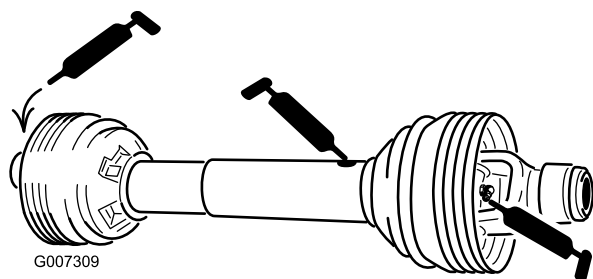

Figura 27
Veio da tomada de força (3) (Figura 27)